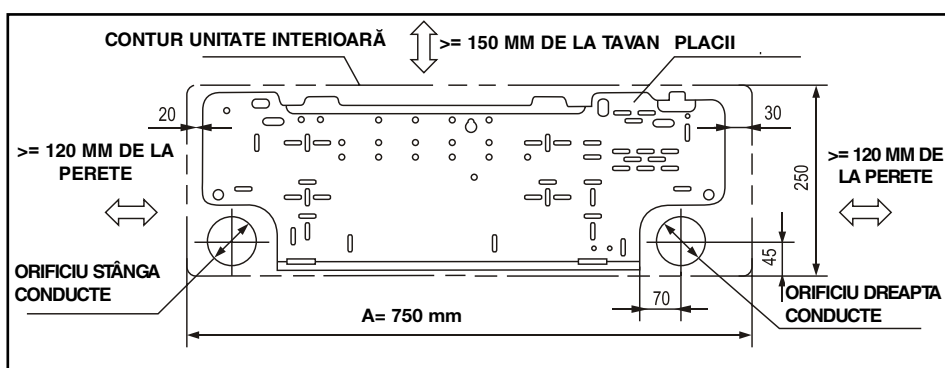
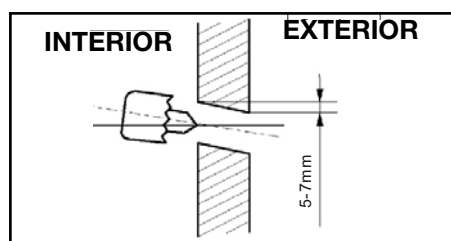

fig.1b
fig.2
4. Practicați în perete găurile de trecere pentru țevi și pentru conexiunile electrice (diam. 65 mm). (Fig. 1b). Gaura prin care va trece tubul de evacuare trebuie să fie înclinată spre exterior, cu secțiunea de ieșire situată la o înălțime mai mică cu 5-10 mm față de cea de intrare, pentru a favoriza scurgerea condensului (fig. 2).